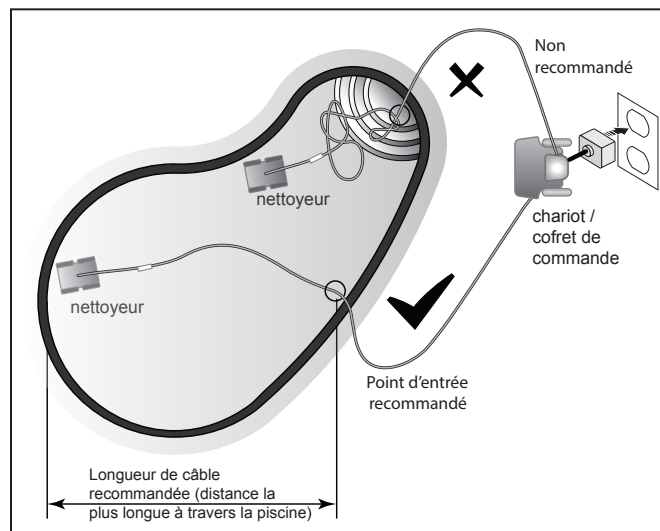

Figure 17. Configuration optimale
3. Étendre le câble flottant sur l'eau de la piscine et s'assurer que le câble n'est pas coudé ni emmêlé (Figure 17).